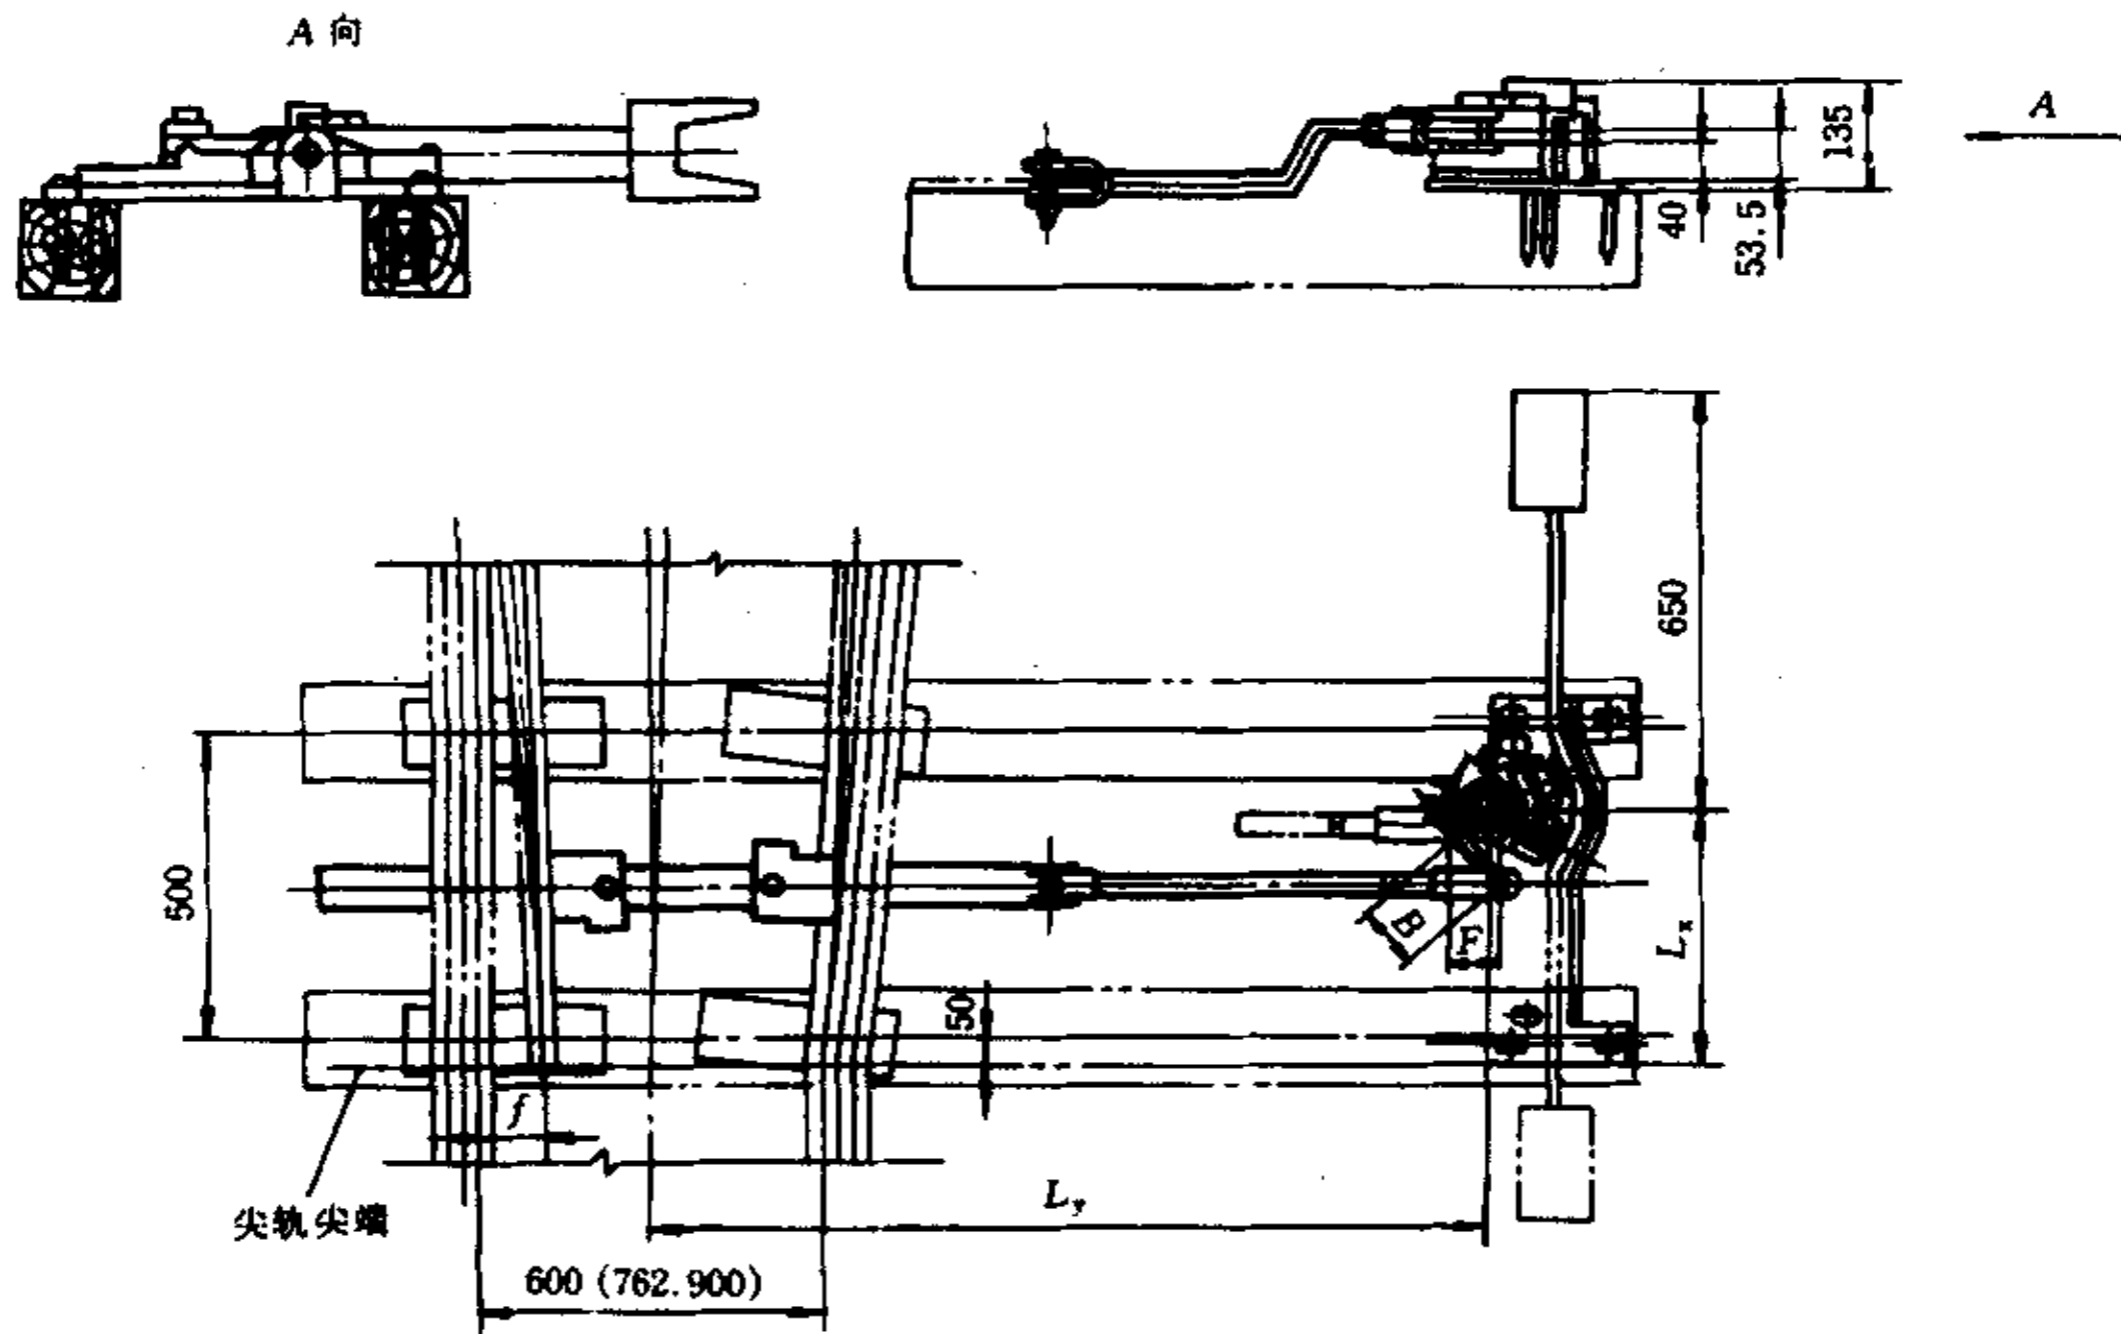

图 1 卧式手动扳道器 BWS 130/588
应符合图 1~图 11 和表 1~表 6 的规定。
- a) 卧式手动扳道器 BWS 130/588 见图 1。